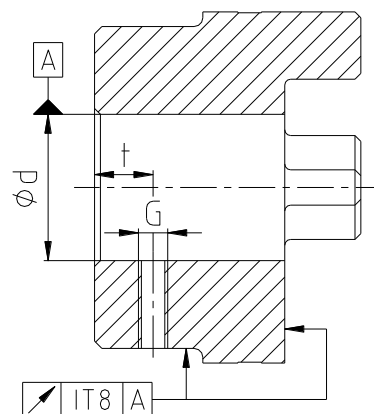

Figura 21: precisão da concentricidade e do movimento axial
- Quando o furo do cubo for executado pelo cliente, este deverá respeitar a precisão da concentricidade e do movimento axial (ver figura 21).